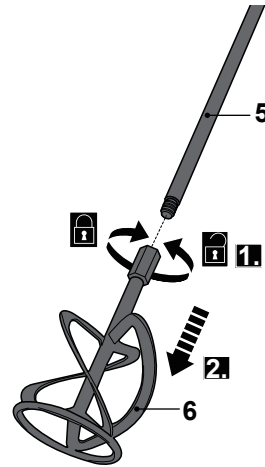

Fig. 8
>Aflojar la tuerca soldada en sentido contrario a las agujas del reloj (Fig. 8, paso 1) y retirar la paleta mezcladora (6) de la varilla (5) (Fig. 8, paso 2).